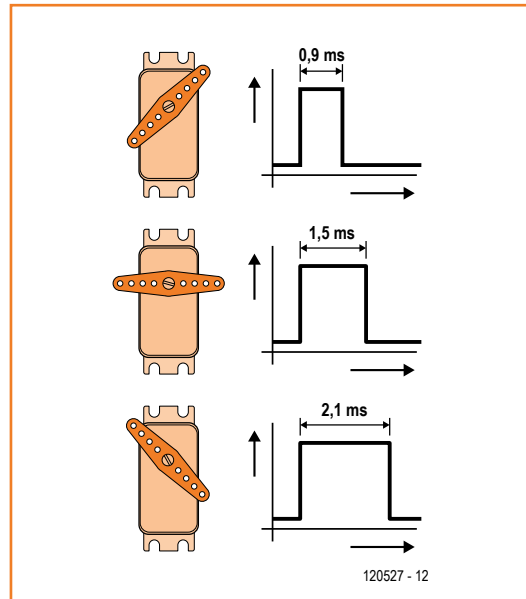
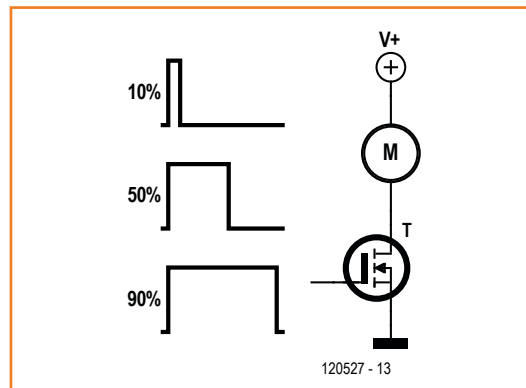

Figure 1.
Figure 2.
le même poids et une usure moindre, puisqu'ils n'ont pas de collecteur. Le variateur du moteur à courant continu est commandé par des impulsions (à une fréquence d'environ 50 Hz) et alimente le moteur à courant continu par impulsions modulées à une fréquence d'environ 3 kHz. Pour une durée d'impulsion en entrée de 1 ms, le moteur est arrêté, pour 2 ms il tourne à plein régime. Un moteur *brushless* (BL) doit être alimenté en alternatif triphasé, le variateur du moteur CC ne convient pas. Le régime du moteur BL est proportionnel à la fréquence du courant triphasé. La construction du variateur BL est plus compliquée parce qu'il doit produire une fréquence donnée, mais aussi surveiller la rotation du moteur, de façon à accorder la fréquence et le régime. Heureusement, le commerce spécialisé nous propose de nombreux variateurs BL bon marché, si bien que le fer à souder peut (encore) rester froid. Il ne reste plus maintenant qu'un petit problème à résoudre : le variateur pour moteur BL attend à l'entrée un signal de servo (**figure 1**). Il s'agit d'une impulsion de durée comprise entre 0,9 et 2,1 ms, qui se répète toutes les 20 ms. Or le récepteur radio du modèle ne délivre pas de signal « servo » pour le moteur, puisque le variateur est incorporé à la platine. La sortie du récepteur a en principe l'aspect de la **figure 2**. Un MOSFET de puissance est commandé par un signal MLI (modulation de largeur d'impulsion, ou *Pulse Width Modulation*). Il s'agit en général d'un MOSFET à canal N, commandé par un signal référencé à la masse et qui commute le moteur à la masse. Le signal MLI est un rectangle à plusieurs kilohertz. La durée d'impulsion varie de 0 à 100 % (souvent seulement de 20 à 90 %) le moteur convertit la commande pulsée en un niveau d'énergie motrice : plus l'impulsion est longue, plus élevé est le régime du moteur. À 100 %, le MOSFET est conducteur en permanence, le moteur tourne à vitesse maximale.